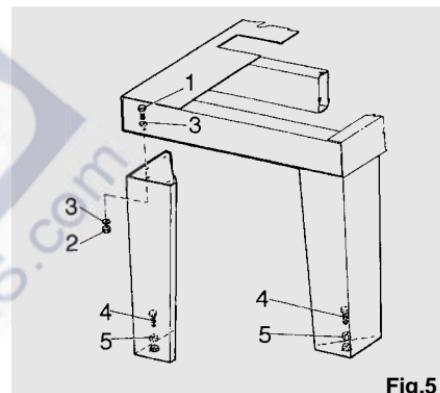

Fig.5
Benyt et vaterpas, og planstil maskinen ved at dreje på skruerne (4). Spænd derefter de forskellige kontramøtrikker (5) fig. 5.